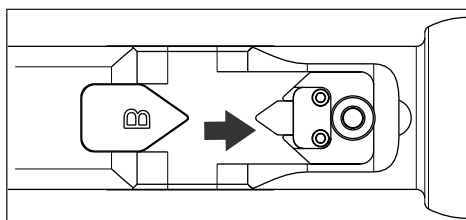

Figure 7, Piston et lame complètement rentrés (position d'origine)
Assurez-vous que le piston et la lame mobile sont dans la position d'origine et entièrement rentrés avant de poser l'objet dans la tête de coupe. Reportez-vous à la Figure 7.
3. Assurez-vous que le piston est dans sa position d'origine (entièrement rentré). Voir la Figure 7.